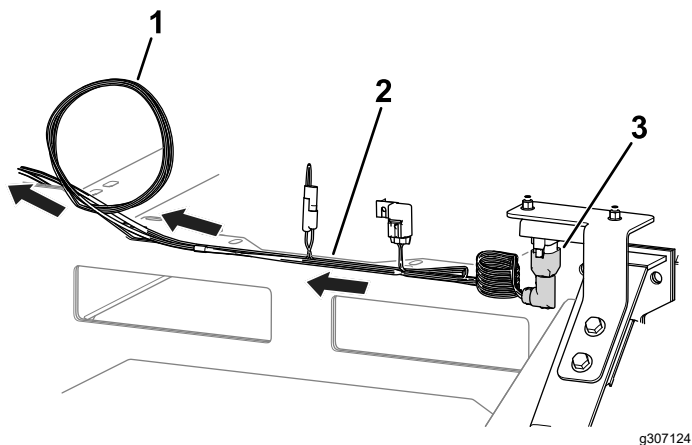

Figure 4
4. Branchez le connecteur de faisceau étiqueté P02 sur le capteur de pente (Figure 4).
5. Dirigez le faisceau de câblage vers le panneau de commande (Figure 4) et prenez soin de l'attacher à l'écart des pièces mobiles ou des points de pincement.
6. Enroulez l'excédent du faisceau de câblage sur la gauche du panneau de commande (Figure 4).